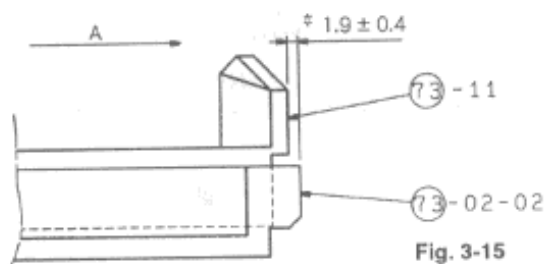

Fig. 3-15
• For reinstalling the Cassette Holder, refer to Fig. 3-15.
• Cassette Holderの取り付けは、Fig. 3-15を参照。